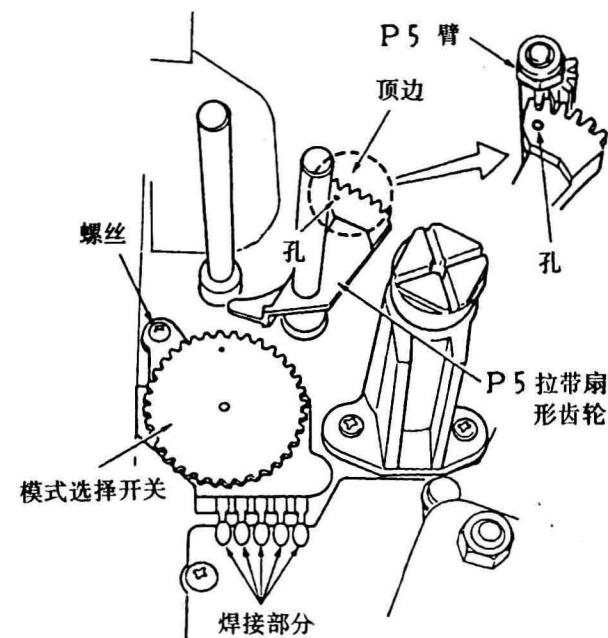

图74
②安装P5拉带扇形齿轮时, 须使其上的小孔与P5齿轮的齿尖对准, 如图74所示。